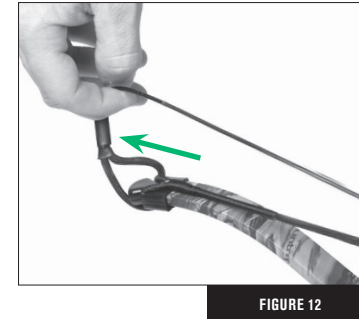

FIGURE 12
8. Retirez la corde de chaque extrémité de l'arc. (Fig. 12).